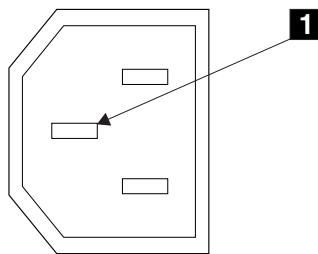

図 4. アース・ピン
6. SAN ボリューム・コントローラ 2145-8F2 のフレームと各電源コネクタのアース・ピンの導通を検査する。アース・ピンは、図 4 では **1** と示されています。